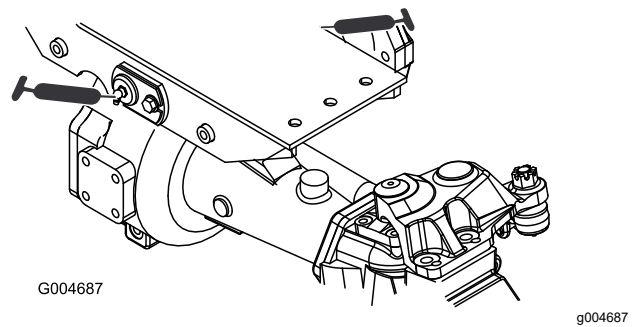

Bild 78
- Zwei Drehbüchsen an der Vorder- und Hinterachse (Bild 78)